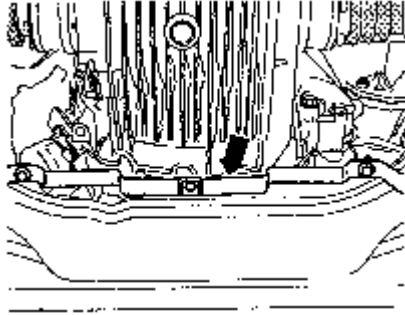

图 9-24 缓冲槽支架
(1) 在点火开关断开时，拆除蓄电池的接电线。
(2) 旋下冷却系统的冷却液补偿罐，并放于一旁。
(3) 从空气质量计上拆除吸气软管，拆掉发动机/变速箱的上部连接螺栓，拆卸右轮，发动机/变速箱下部如果有缓冲槽的话，也应拆掉，并且拆掉缓冲槽的支架，如图 9-24 箭头所示。